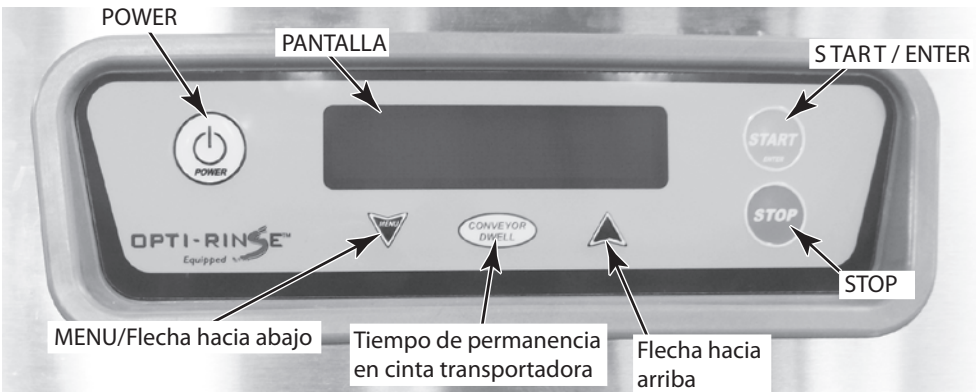

Figura 28
Los controles se ubican en la parte superior del lavavajillas. El teclado y la pantalla se encuentran al frente de la caja de control (Figura 28).
Cierre todas las puertas. Para comenzar el llenado una vez que la máquina está lista, presione el botón POWER (Figura 28).
5. Presione el botón POWER en el teclado (Figura 28). El lavavajillas se llenará automáticamente (consulte la sección "Llenado del lavavajillas" en esta misma página). Una vez que el tanque está lleno, se encenderá el quemador si se requiere aplicar calor. El sistema de ignición considera un período de 15 segundos de purga antes de comenzar su labor.
6. Si el lavavajillas no funciona, presione el botón POWER en el teclado (Figura 28) y cierre la válvula manual de gas. Comuníquese con el servicio técnico de Hobart o con el proveedor local de gas.
Una vez que la máquina se ha llenado, haga funcionar las bombas presionando el botón STAR / ENTER en el teclado (Figura 28) o insertando una canastilla en la máquina.
La configuración estándar de la cinta transportadora permite que el operador la detenga para lavar profundamente la vajilla demasiado sucia durante un tiempo más prolongado. Cuando la canastilla llegue a la cámara de lavado, presione el botón CONVEYOR DWELL (tiempo de permanencia en cinta transportadora) en el teclado (Figura 28) para detener por un momento la cinta transportadora. Para reiniciar el movimiento, presione el botón START/ENTER o nuevamente CONVEYOR DWELL en el teclado (Figura 28).
Si la canastilla se atasca o si la carga es excesiva, un mecanismo de sobrecarga apaga el motor de la cinta transportadora y en la pantalla se lee "Clear Conveyor Jam" (despeje el atasco en la cinta transportadora). Abra las puertas y elimine el atasco. Una vez eliminado, cierre las puertas y pulse el botón START/ENTER en el teclado (Figura 28) para reiniciar el funcionamiento del lavavajillas.
En pantalla aparecen todas las temperaturas del tanque (Figura 28) cuando la máquina está funcionando. La temperatura "Final Rinse" muestra unas rayas (- - -) hasta que una canastilla ingresa a la zona de enjuague. Luego se lee "Final Rinse". Una vez que la vajilla abandona la zona de enjuague, Final Rinse vuelve a mostrar --- .
En caso de que no ingrese ninguna canastilla a la máquina por un tiempo preestablecido, el temporizador automático inicia la cuenta regresiva y las bombas y la cinta transportadora se apagan para ahorrar energía. El tanque continúa calentándose y en pantalla se muestran las diversas temperaturas. Para reanudar el funcionamiento, inserte una canastilla o presione el botón START/ENTER en el teclado (Figura 28).
Luego de un período de inactividad de la máquina, el control inicia el modo Ahorro de Energía (ESM): todos los componentes de la lavadora de utensilios se apagan y la pantalla de control se atenúa mostrando la leyenda "Energy Saver Active / Press STOP to Exit" (Modo ahorro de energía activo. Presione STOP para salir). Para salir del modo Ahorro de Energía presione el botón STOP (Figura 28). Puede presionar el botón POWER para apagar completamente la máquina. El tiempo de inactividad de la máquina antes de ESM se puede establecer entre 1 y 6 horas en el menú de Parámetros. La configuración de fábrica es de 2 horas. Consulte la página 34.
1. Presione el botón POWER en el teclado para apagar la máquina (Figura 28).
Instrucciones para quitar el sarro: Siga las instrucciones detalladas en el envase del compuesto químico para la eliminación del sarro. Mientras se lleva a cabo el proceso, la máquina debe estar encendida con las bombas funcionando; la cinta transportadora puede estar detenida. Presione el botón CONVEYOR DWELL del teclado (Figura 28) para apagar el motor de la cinta transportadora mientras se elimina el sarro.